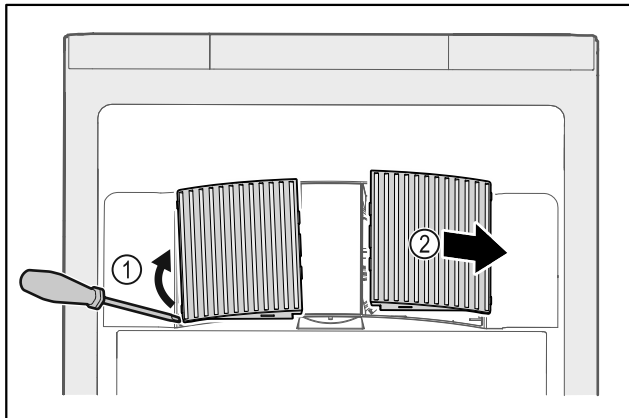

Fig. 150
- Estrarre con cautela i coperchi delle ventole dai lati Fig. 150 (1) e rimuoverli in avanti Fig. 150 (2).